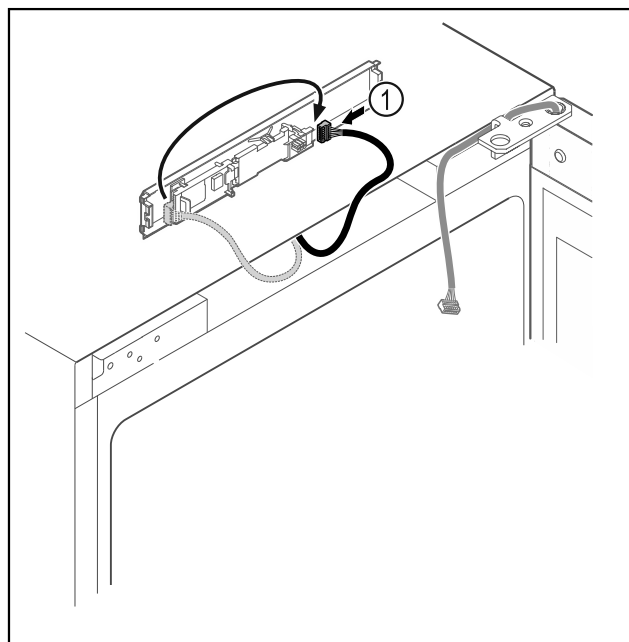

Fig. 14
- ▶ Pistke pistik Fig. 14 (1) trükkplaadil ümber.